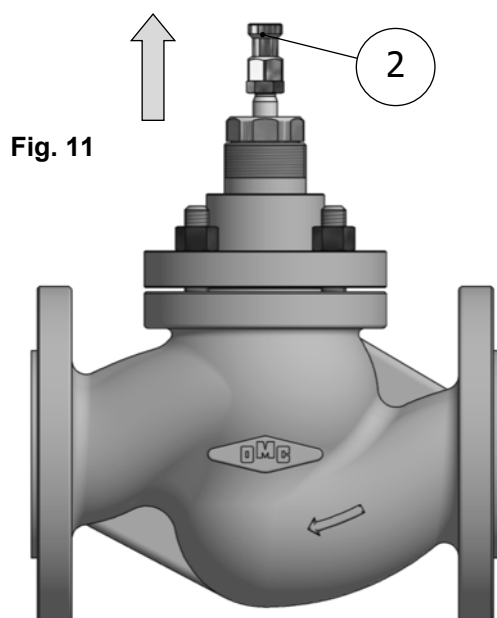

Fig. 11
- ♦ Soulever complètement la tige (2) de la vanne Fig. 11